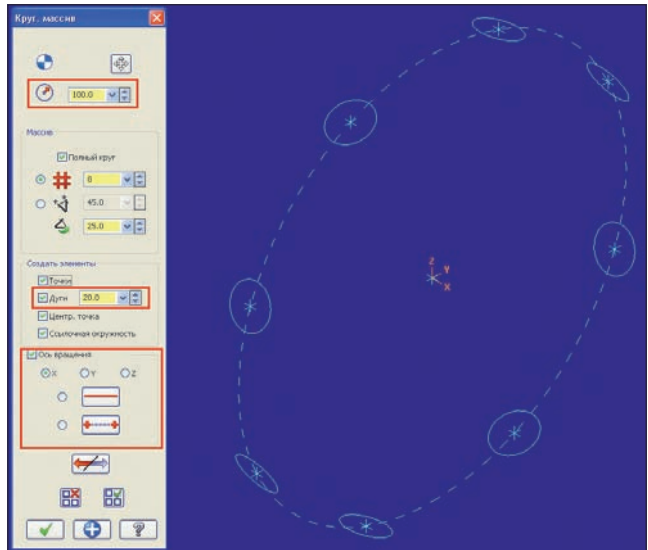

Рис. 7. Создание радиальных окружностей диаметром 20 мм вокруг оси X на ссылочной окружности диаметром 100 мм
- наряду с 2D-окружностями, лежащими в конструкционном плане, можно создавать радиальные окружности, центры которых расположены на окружности заданного диаметра (рис. 7). Для этого надо указать опцию “Ось вращения”. Помимо возможности выбора в качестве оси вращения осей координатной системы, можно указать произвольную ось, задав её прямой или двумя точками;